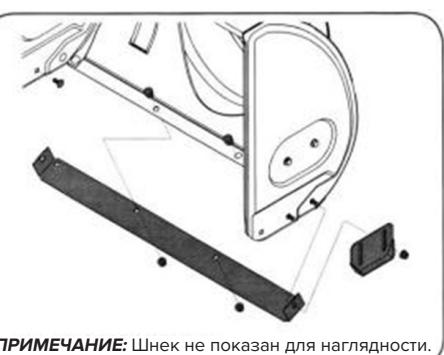

Рисунок 20
- Смонтировать новые опорные лыжи, закрепив их четырьмя каретными болтами (по два с каждой стороны) и шестигранными фланцевыми гайками (см. рис. 20).
- Смонтировать новый подрезной нож, убедившись, что головки каретных болтов находятся внутри корпуса. Надежно затянуть (см. рис. 20).